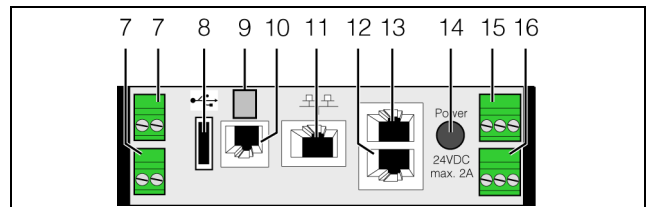

Imagen 9: Parte trasera de la CMC III PU
Las fuentes de tensión en las pos. 7, 10, 12, 13, así como 16 (imagen 9) deben cumplir las exigencias de la Limited Power Source (LPS) según UL 60950 y mantener los valores límite mencionados anteriormente.
- Conecte la fuente de alimentación externa (7030.060) a la conexión de la fuente de alimentación de la CMC III PU (imagen 9, pos. 14).
- Para ello conecte la salida de 24 V (conexión directa) de la fuente de alimentación (7030.060) a la conexión de la CMC III PU correspondiente (imagen 9, pos. 15).
Las denominaciones mencionadas «izquierda», «centro» y «derecha» se refieren a la vista de la parte posterior del aparato (imagen 9).
- Conecte a la interfaz Ethernet (imagen 9, pos. 11) por ej. un switch PoE.
- Conecte el sensor térmico externo al conector posterior de la CMC III PU (imagen 9, pos. 9).
- Conecte la interfaz Ethernet (imagen 9, pos. 11) a través de un cable de red con conector RJ 45 a la estructura de red disponible.
Las dos interfaces Bus CAN (imagen 9, pos. 12 y 13) permiten la conexión de una amplia gama de sensores, actuadores y sistemas para el control de accesos (cf. sección 12 «Accesorios»).
En la salida de relé libre de potencial es posible establecer la conexión de una fuente de señalización externa para la indicación de alarma (imagen 9, pos. 16).
Existe la posibilidad de conectar a ambas entradas digitales un contacto de conexión libre de potencial respectivamente, para por ej. analizar la salida de indicación de fallo de un aparato externo (imagen 9, pos. 7).